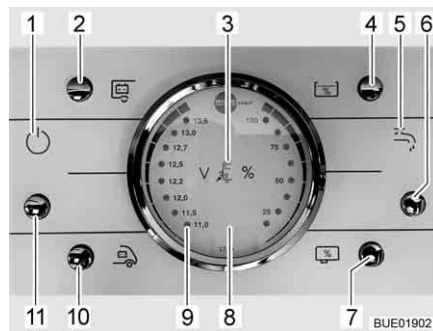

Fig. 141 Panel LT 96
El pulsador (Fig. 141,11) conecta y desconecta el panel y la alimentación de 12 V del habitáculo.
Conectar: ■ Pulsar el pulsador (Fig. 141,11): La alimentación de 12 V del habitáculo está conectada. La luz de control (Fig. 141,1) se enciende.
Desconectar: ■ Pulsar el pulsador (Fig. 141,11): La alimentación de 12 V del habitáculo está desconectada. La luz de control (Fig. 141,1) se apaga.
Observar la escala izquierda del instrumento indicador V/depósito (Fig. 141,8). El instrumento indicador se ilumina automáticamente al accionar el pulsador.
- Pulsar el pulsador (Fig. 141,10): Indica la tensión de la batería del motor de arranque.
- Pulsar el pulsador (Fig. 141,2): Indica la tensión de la batería del habitáculo.
Observar la escala derecha del instrumento indicador V/depósito (Fig. 141,8). El instrumento indicador se ilumina automáticamente al accionar el pulsador.
- Pulsar el pulsador (Fig. 141,4): Indica la cantidad de agua.
- Pulsar el pulsador (Fig. 141,7): Indica la cantidad de aguas residuales.
- Pulsar el pulsador (Fig. 141,6): El suministro de agua está conectado. La luz de control de bomba de agua (Fig. 141,5) está iluminada.
- Pulsar el pulsador (Fig. 141,6): El suministro de agua está desconectado. La luz de control de bomba de agua (Fig. 141,5) se apaga.
La luz roja de "ALARMA" (Fig. 141,9) parpadea en cuanto la tensión de la batería del habitáculo baja de 11 V (medición durante el servicio) y hay peligro de descarga completa.
La luz de control de 12 V (Fig. 141,1) estará iluminada si el pulsador principal de 12 V (Fig. 141,11) está conectado.
Se enciende la luz de control de 230 V (Fig. 141,3) cuando hay tensión de red en la entrada del bloque eléctrico.